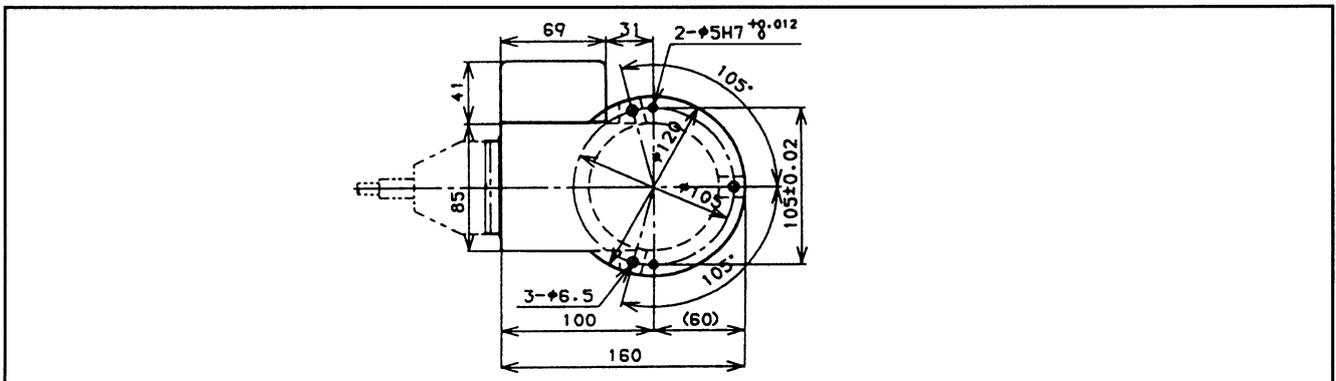

図5-57 CS型ロボットの固定ボルト、ピンの位置（ベースの裏面寸法）
- ①設置台のロボット固定位置に図5-57の寸法に従って、ボルト穴（M6：並目）3か所、ノックピン穴2か所を開けてください。
- ②ロボットをロボット運搬方法に従って、設定位置に置いてください。
- ③並行ノックピンφ5、2本を打ち込んでください。